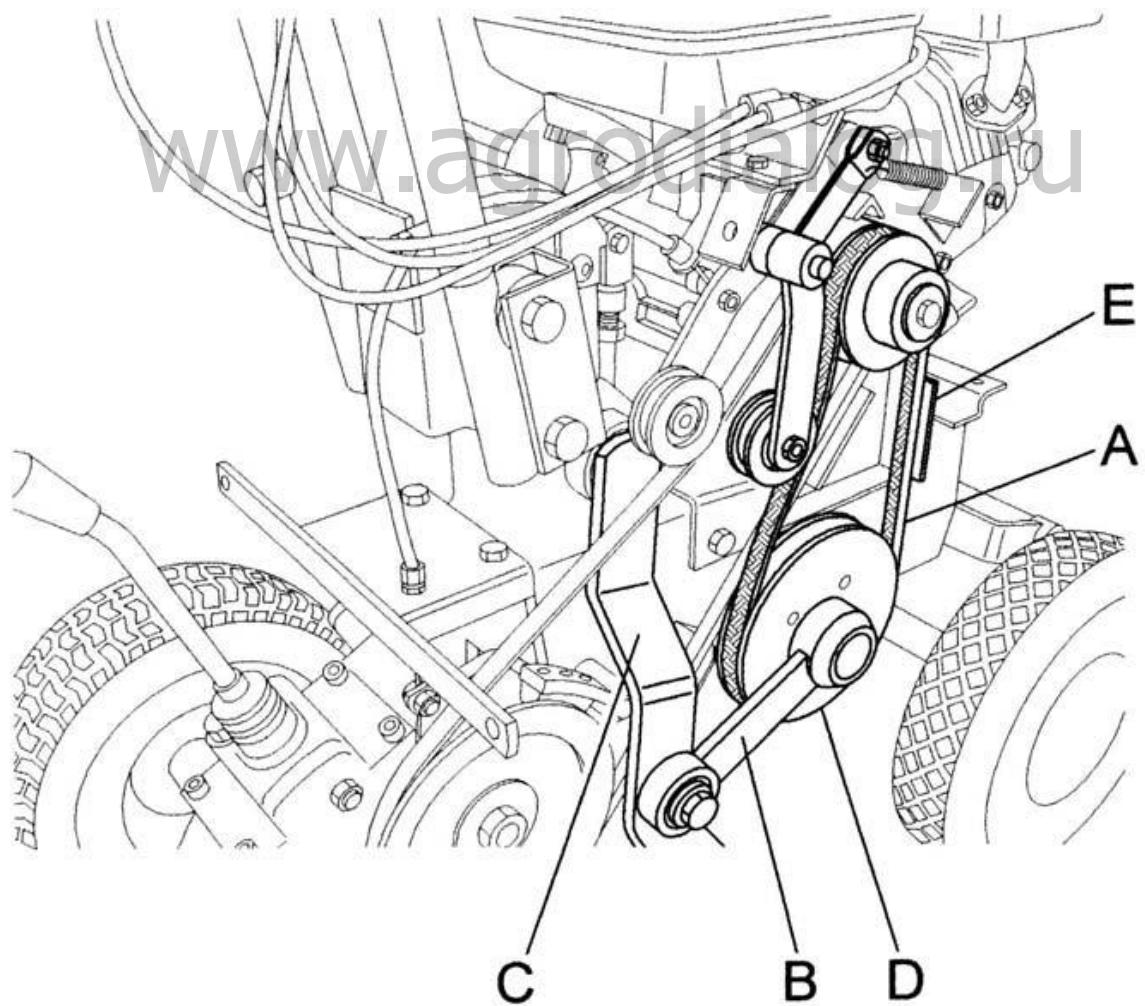

Рисунок 7
Отсоедините шатун (рис. 7, поз. В) сняв гайку и ослабив винт, которые прикрепляют его к рычагу (рис. 7, поз. С)
- После отсоединения шатуна, ремень может соскользнуть (рис. 7, поз. А) повернув вручную соответствующий нижний шкив против часовой стрелки (рис. 7, поз. D).
- Затем убедитесь, что пояс установлен правильно с помощью соответствующего рычага контроля ножей. Когда этот рычаг опущен, а ремень максимально напряжен, расстояние между ремнем и соответствующими направляющими ремня (рис. 7, поз. Е) должно быть приблизительно 2 мм.